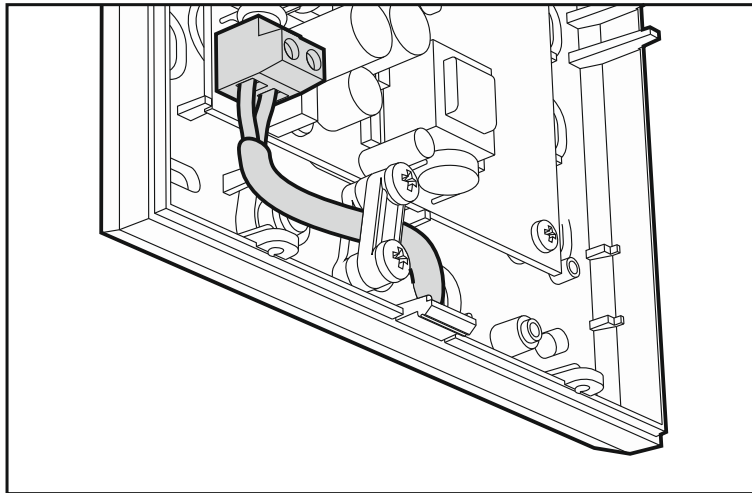

Fig. 2. Mode de fixation du câble d'alimentation.
14. Fixez les fils d'alimentation aux bornes correspondantes : fil de phase à la borne L, fil neutre à la borne N (fixez le câble à l'aide de l'élément destiné à cet effet – voir : fig. 2).